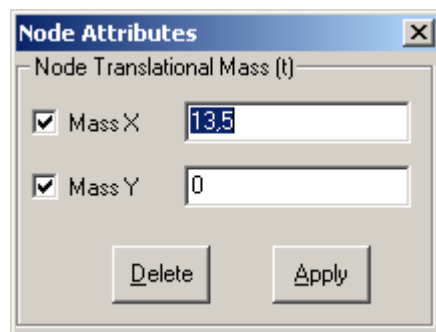

Fig. 28
**Assegnare le masse:** menu *Attributes – Node – Translational Mass* (Fig. 28).